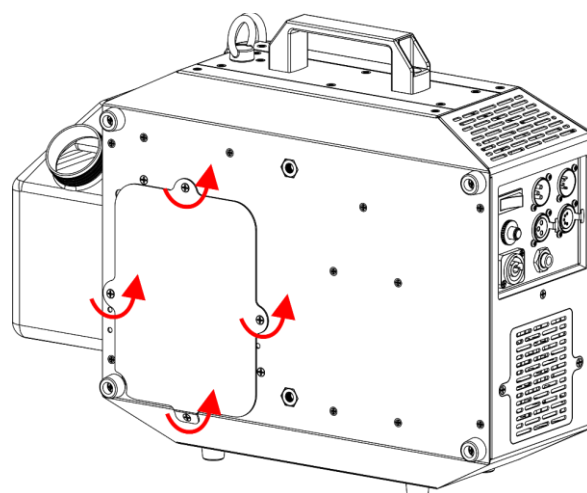

Abb. 13
08) Lösen Sie die 4 Schrauben der Metalltankplatte auf der Rückseite des Geräts, wie in Abb. 13 gezeigt.